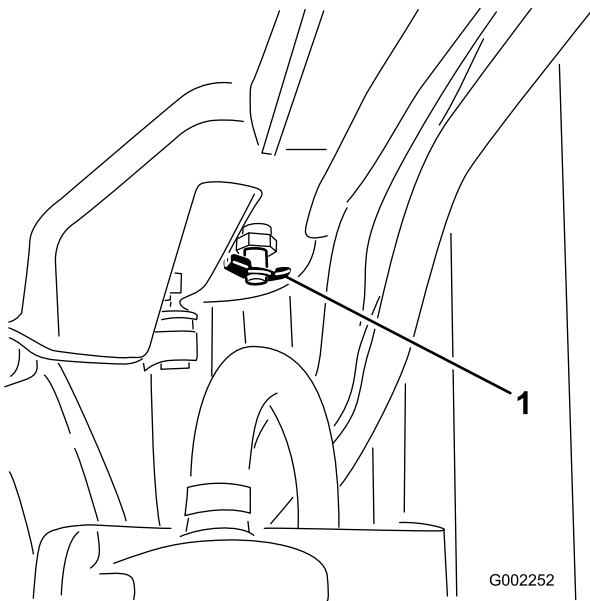

図 86
4. ドレンバルブを開いて冷却液を排出する 図 86。
6. ラジエーターキャップを取る 図 86。
10. 冷却液の温度が上昇したら、ラジエーターをキャップの縁まで一杯に満たす 図 86。
11. 補助タンクのキャップを開けて、Coldレベルまで冷却液を補充する 図 86。